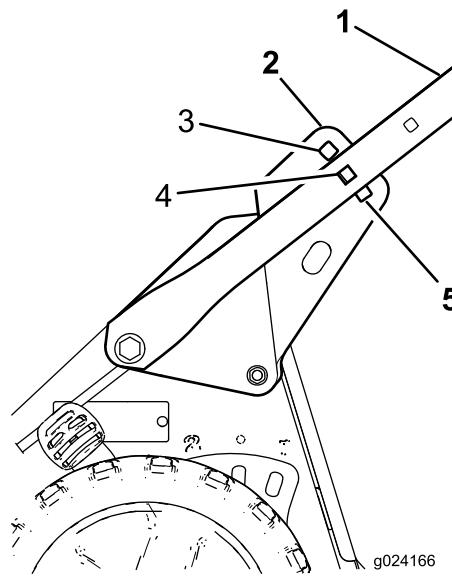

Figure 4
- Tenez-vous derrière la machine à la position d'utilisation pour déterminer quelle hauteur du guidon vous convient le mieux (Figure 4).